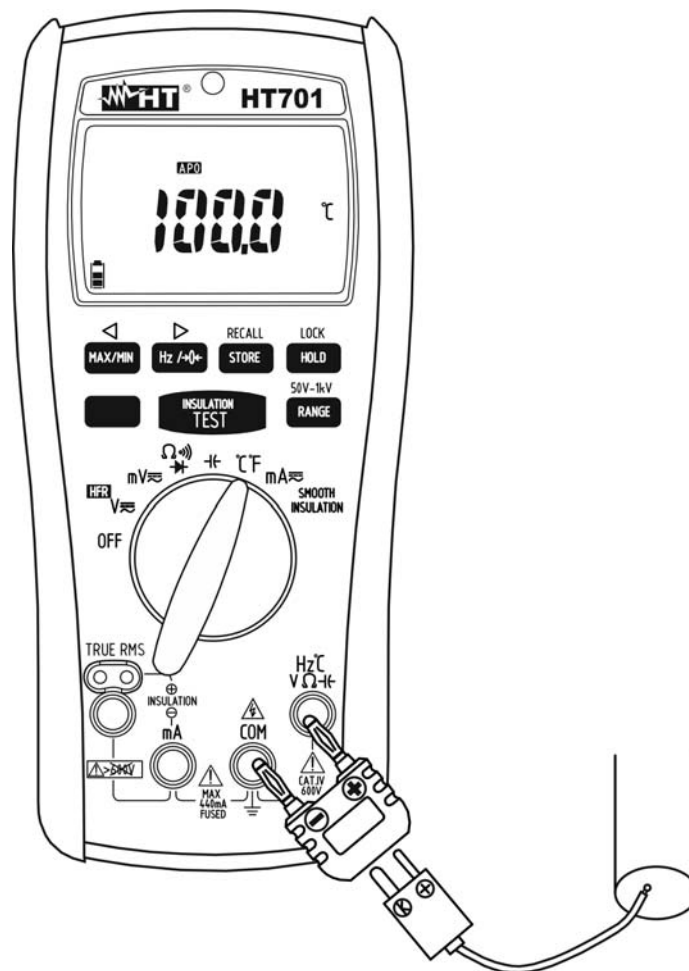

Abb. 9: Verwendung des Gerätes für Temperaturmessung
3. Verbinden Sie den mitgelieferten Adapter in die Eingangsbuchsen **Hz °C V Ω Hz** und **COM** und dabei achten Sie auf die rote und schwarze Farbe (siehe Abb. 9)